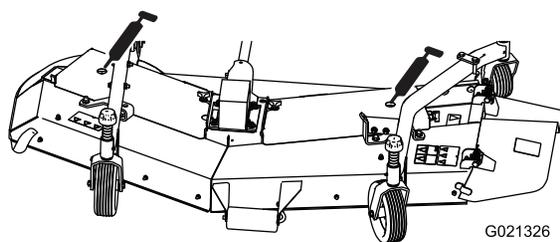

Figura 18
- Cojinetes del eje de la cuchilla – 2 (Figura 18).